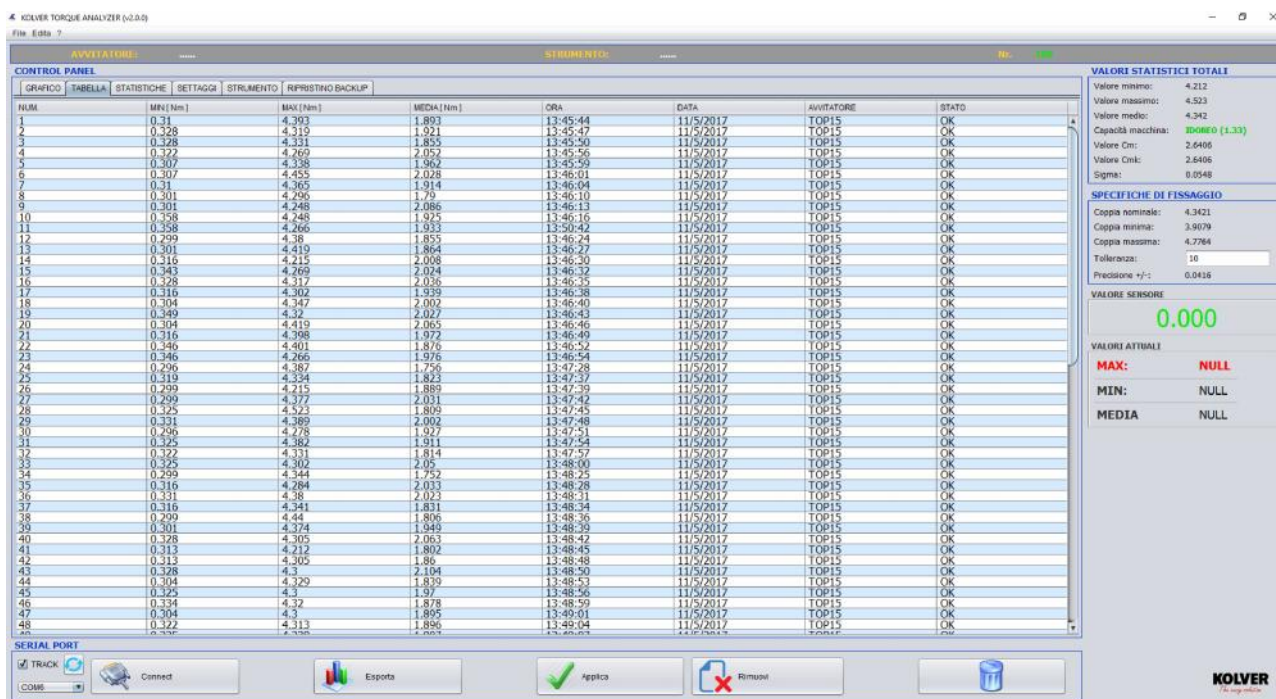

Fig.4 : Sezione “TABELLA”; raccolta di 100 acquisizioni.
**B. TABELLA:** In questa sezione vengono esposti e posti in tabella i valori numerici di riferimento per le misure acquisite; massimi, minimi, media, data ed ora di acquisizione, (Fig.4).